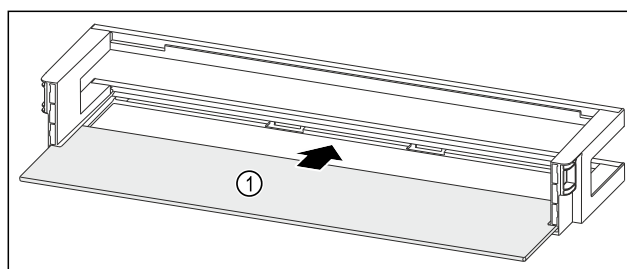

Fig. 260 Balconcino controporta con ripiano
- Inserire il ripiano Fig. 260 (1) negli incavi laterali.